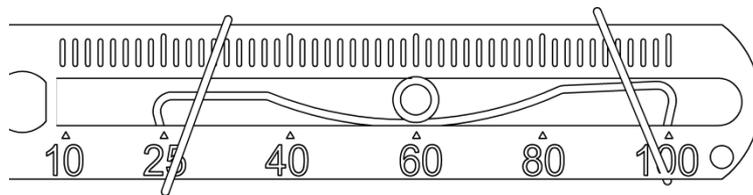

图21. 反馈杆 B 和传动销连接
- 对于反馈杆 A，使直行程安装支架⑦贴住执行器，反馈杆⑤的头部进入 U 型杆①。对于反馈杆 B，把传动销⑪插入到反馈杆 B 插槽内的固定弹簧上，如图 21 所示。调整位置，